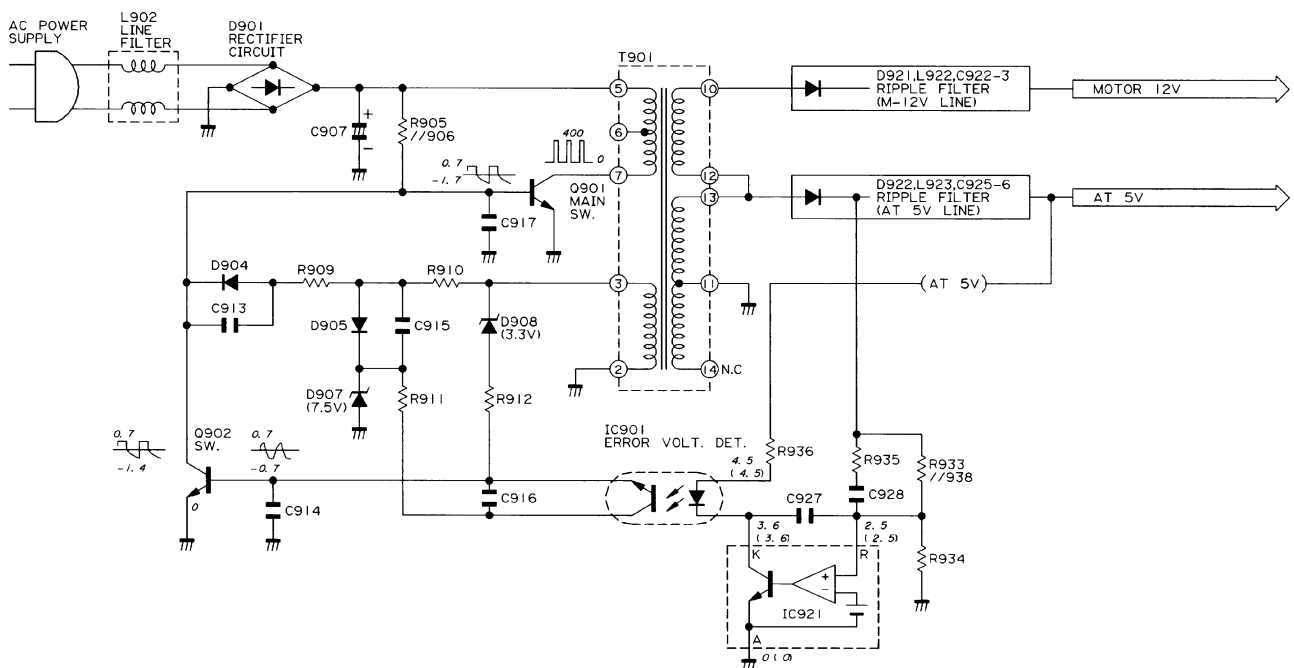

Рис. 3. Принципиальная схема блока питания
- импульсный блок питания, выполненный по автогенераторной схеме на биполярных транзисторах Q901 (2SC3866) и Q902 (2SC3377Q) (рис.3).
Схема блока питания видеоплееров (рис. 3) практически идентична схемам более старых моделей видеомагнитофонов, что свидетельствует об удачности ее построения. Мощный транзистор Q901 коммутирует обмотки трансформатора. Его начальный запуск осуществляется через резисторы R905, R906. Транзистор открывается импульсами с дополнительной обмотки трансформатора, а закрывается открытым транзистором Q902. Напряжение открывания Q902 регулируется оптроном IC901, питаемым от вторичной цепи БП через усилитель на IC921, что обеспечивает необходимую стабилизацию выходного напряжения БП.